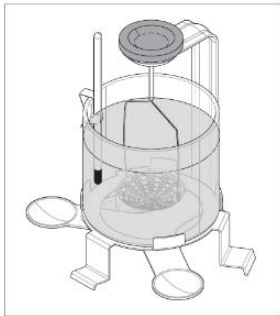

Figure 4.2-1
- Suspendez un support approprié pour vous assurer qu'il ne touche pas la paroi du bécher ou le thermomètre*. Si une sous-charge est affichée, utilisez le poids compensateur comme décrit au chapitre 1 (voir la figure 4.2-1 à titre d'exemple).